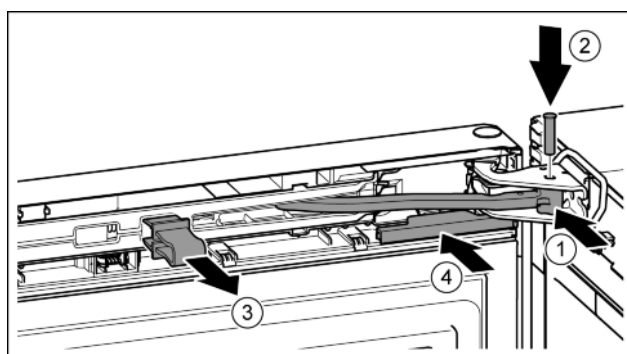

Fig. 21
- ▶ Otočte kloub ve stojanu ložiska. Fig. 21 (1)
- ▶ Vložte čep do stojanu ložiska a kloubu. Přitom dávejte pozor, aby byla zajišťovací vačka správně usazena v drážce. Fig. 21 (2)
- ▶ Pojistku vytáhněte. Fig. 21 (3)
- Kryt nasuňte. Fig. 21 (4)